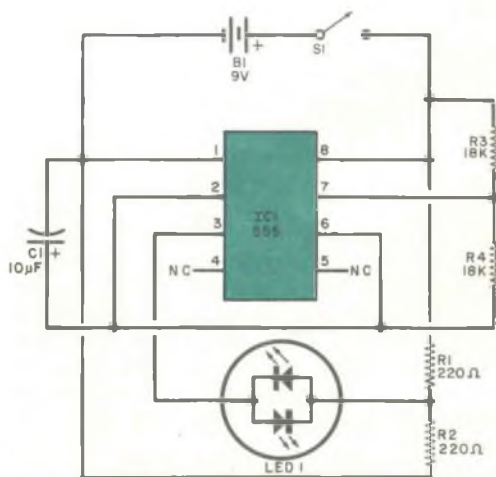

Fig. 2 - Questo semplice circuito lampeggiatore a LED impiega un circuito integrato 555 ed un LED doppio.
**Circuiti a transistori** - Nella fig. 2 è riportato il progetto di un lampeggiatore a LED, il quale fa uso di un singolo circuito integrato temporizzatore, di pochi altri componenti, e di un LED doppio (a luce rossa e verde), che emette alternativamente lampi rossi e verdi, con una cadenza determinata dal valore del condensatore C1. Questo circuito può risultare utile nei modellini e nei giocattoli, oppure per la realizzazione di luci di indicazione o di allarme nei sistemi di sorveglianza ed antifurto.